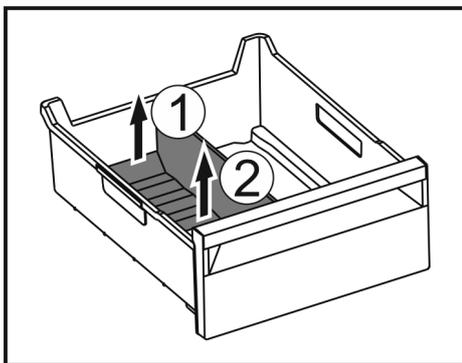

Fig. 169
- ▶ Підняти задню частину перегородки відділення для льоду. Fig. 169 (1)
- ▶ Вилучити перегородку рухом вгору. Fig. 169 (2)